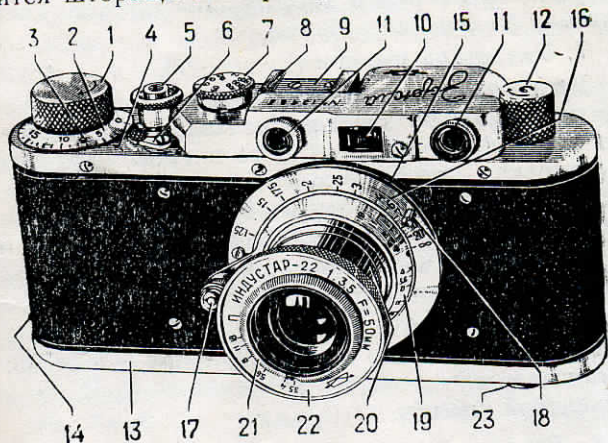

Рис. 1.
(рис. 1).
рукой, а катушку «Б» левой, введите пленку в прорезь «С», равномерно опуская их в гнездо. Если кассета не доходит до места, то слегка поверните головку обратной перемотки 12 (рис. 1).
5. Наденьте нижнюю крышку 13 (рис. 1), плотно прижмите ее и поверните дужку замка 23 по часовой стрелке на пол-оборота. Стрелка замка будет указывать на обозначение «ЗАКР.» Проверьте, замкнута ли крышка, и утопите дужку замка в углублении крышки.
наблюдая при этом, правильно ли тянет механизм пленку и вращается ли головка обратной перемотки пленки 12 (рис. 1).
7. Установите «0» шкалы счетчика 2 против указателя 4 (рис. 1).
В этом случае пленка будет вытягиваться с большим трудом. Прочность пленки может оказаться недостаточной, и она будет рваться зубьями барабана в месте перфорации. Передвижение пленки прекратится, так как зубья барабана будут вращаться в сорванных местах перфорации. Эту ошибку легко обнаружить по отсутствию вращения головки обратной перемотки пленки 12 (рис. 1) и шороха, связанного с движением пленки.
г) Перед зарядкой аппарата, т. е. до опускания приемной катушки и кассеты в гнезда аппарата и введения пленки в прорезь «С», выключатель механизма 6 (рис. 1) после перемотки пленки остался в положении, повернутом по стрелке до буквы «В». В этом случае не будет сцепления валика приемной катушки с зубчатым барабаном и при поворачивании головки заводного механизма 1 (рис. 1) пленка из кассеты будет вытягиваться без участия зубчатого барабана. Так как пленка протягивается через щель «С» с некоторым натягом, конец пленки, укрепленный под пружину приемной катушки, в некоторых случаях может быть вырван.